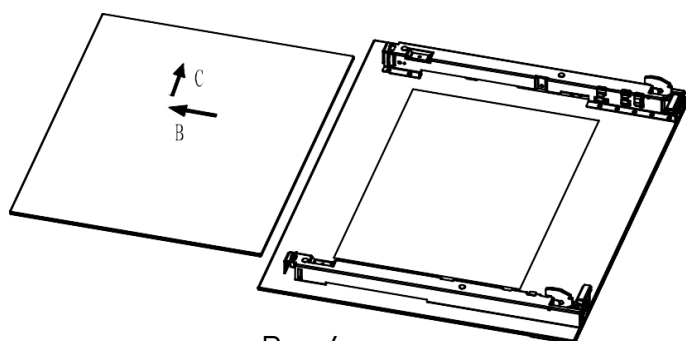

Рис.4
4. Выньте среднее стекло. (рис.4)